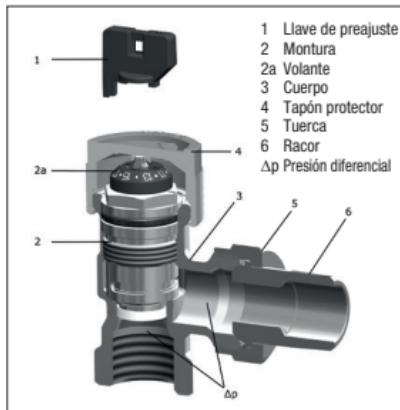
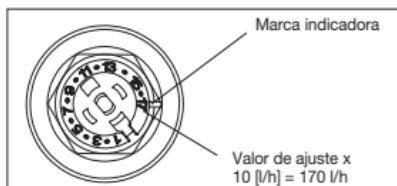

Fig. 2 Construcción de válvula termostática "AQ"
Fig. 3 Ajuste de la válvula termostática "AQ"
El caudal máx. puede ajustarse con la llave de preajuste (fig. 2, pos. 1) (ver 6.2.2)
Con un medidor de caudal conectado, se mide la presión diferencial en el cuerpo de la válvula. Para hacerlo, la montura (pos. 2, fig. 2) se desenrosca utilizando el "Demo-Bloc" y se mide la presión diferencial utilizando el eje de medición de presión diferencial. En cuanto la presión diferencial medida alcanza o supera la presión diferencial Δp mín. (ver 4.1), la presión diferencial es suficientemente alta para el control automático de caudal de la válvula. Rosque la montura de nuevo en el cuerpo de la válvula y compruebe si hay fugas.
Ajuste el valor requerido con la llave de preajuste (pos. 4, fig. 2). El ajuste sólo puede realizarse con la llave de preajuste que encaja en el volante (pos. 2^a, fig. 2). Esto previene manipulaciones no autorizadas. El caudal requerido debe estar en línea con la marca indicadora (ver fig. 3). El ajuste se puede fijar en toda la escala y puede modificarse mientras el sistema está en funcionamiento, sin fuga de agua.